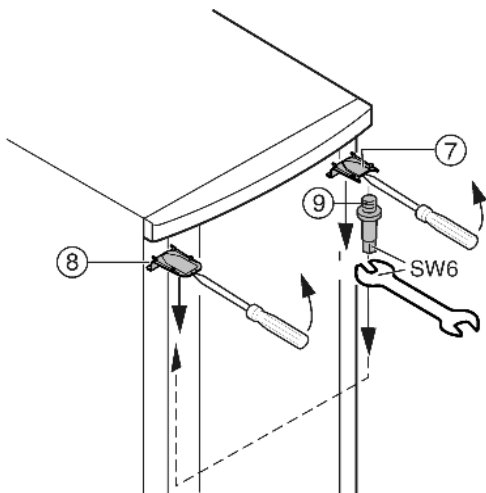

Fig. 6
- ▶ Faire déclipser le cache Fig. 6 (7) en haut et le cache Fig. 6 (8) avec un tournevis devant et l'enlever diagonalement vers le bas.
- ▶ Dévisser le pivot d'appui Fig. 6 (9) et le visser du côté opposé (**avec 4 Nm**).
- ▶ Remonter le cache Fig. 6 (7) du côté du pivot d'appui : l'insérer par l'arrière et l'encliquer sur l'avant.
- ▶ Monter le cache Fig. 6 (8) sur le côté opposé: l'insérer par l'arrière et l'encliquer sur l'avant.
- ▶ Accrocher la porte dans le pivot d'appui Fig. 6 (9) supérieur.